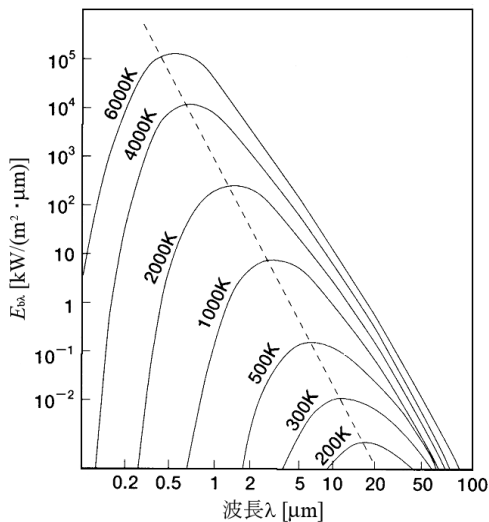

図 1 黒体の単色射出能 (両対数目盛)
黒体の単色射出能を示す図 1 のように、温度が低くなるほど赤外線エネルギーのピーク波長が長波長側にシフトする。赤外線エネルギーが最大となる波長  $\lambda_{max}$  と絶対温度  $T$  の関係 (図中の点線) は、以下の式 (1) で表すウィーンの変位則で与えられる。